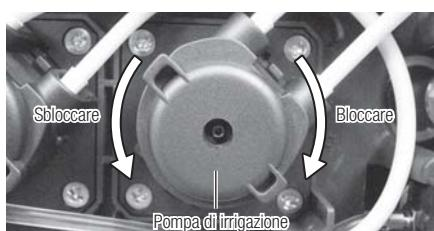

Fig.34
- 5) Girare la pompa di irrigazione in senso antiorario fino a farla scattare e quindi estrarla. (Fig. 34)